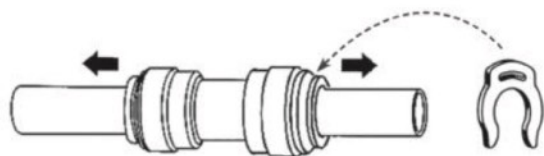

рис.8.2.1
1. Извлеките блокировочный стопор («скоба») (рис.8.2.1)